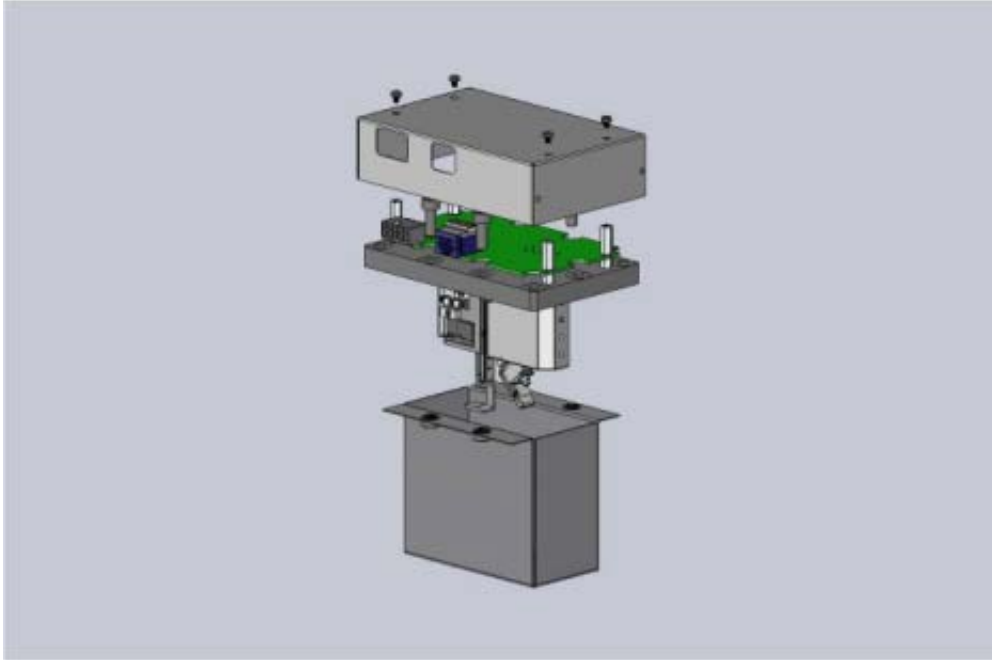

图 B-55 头部总成螺丝
13. 用 M3 十字螺丝刀卸下四颗螺丝，取下头部总成上的顶部护盖（图 B-55）。